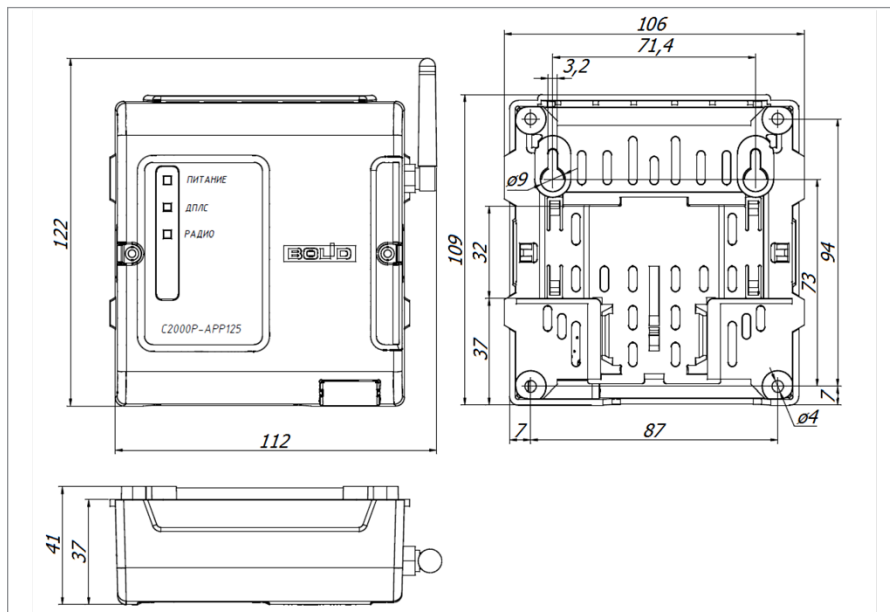

Рисунок 24. Внешний вид, габаритные и установочные размеры прибора
- 2.1. Наметьте на стене места для трёх установочных отверстий (двух верхних, имеющих форму пазов для навешивания, и одного из нижних на выбор) в соответствии с габаритным чертежом (см. Рисунок 24).